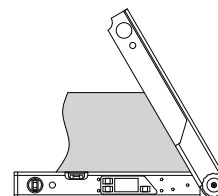
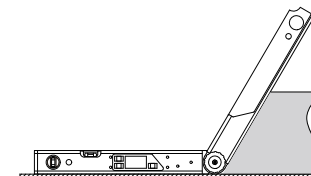
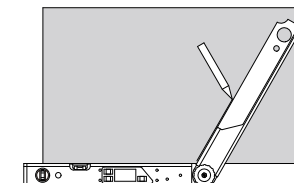

Fig.3
Fig.4
Fig.5
- c. Medición del ángulo (Fig.3, Fig.4) y trazado (Fig.5).